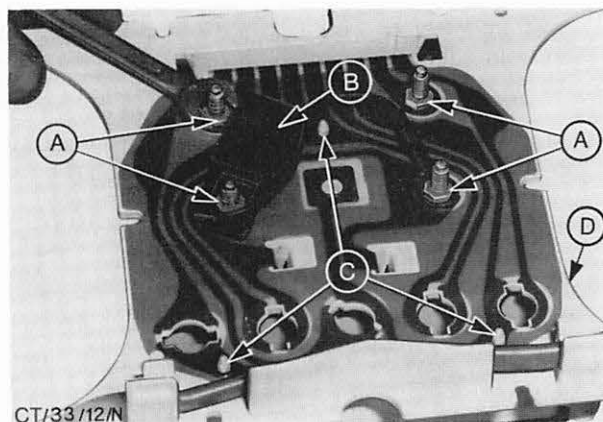

Abb. 12 A = Befestigungsmuttern – Kraftstoff-Vorratsanzeiger und Kühlwasser-Fernthermometer
5. Mittlere Halteplatte des Kraftstoff-Vorratsanzeigers und Kühlwasser-Fernthermometers abbauen (4 Schrauben), Abb. 12.
6. Um Beschädigungen und Verschmutzung des Zifferblattes und der Anzeigenadel an den Nebeninstrumenten zu vermeiden, Halteplatte vorsichtig auf ein sauberes Papierblatt bzw. auf einen sauberen, fusselfreien Lappen legen. Muttern und Scheiben von den Stiftschrauben der Nebeninstrumente (4 Stk.) entfernen, Abb. 12.
8. Kontaktplatte über die 3 Haltestifte andrücken, Abb. 12.
9. Scheiben und Muttern auf die Stiftschrauben der Nebeninstrumente montieren und festziehen, Abb. 12.